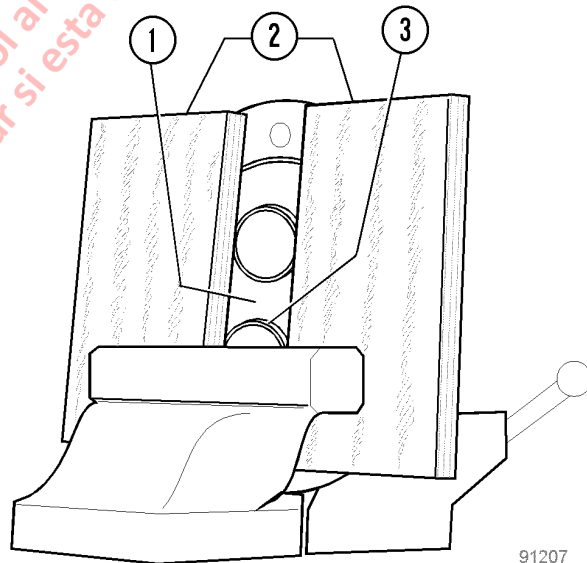

FIGURA 3-10. INSTALACIÓN DEL SELLO DEL EJE
2. Coloque los bloques de madera en posición recta contra la mordaza fija de la prensa de banco. Coloque la placa de la brida contra los bloques de forma que partes salientes de los rodamientos queden entre los bloques y no toquen la mordaza (vea la Figura 3-10).